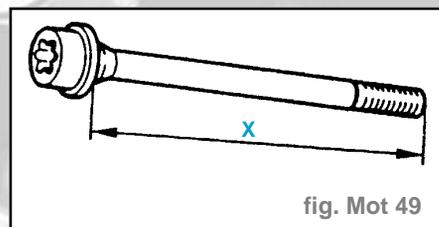

fig. Mot 49
- (X) doit être inférieur à **176,5 mm** (fig. Mot. 49).